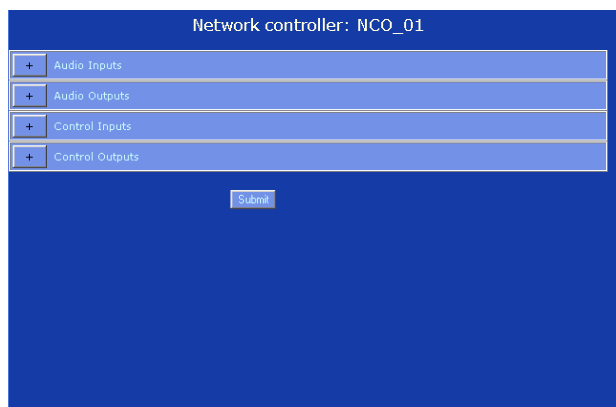

figura 32.3: Configurazione del controller di rete, passaggio 2
- 2 Fare clic sul nome del controller di rete che deve essere configurato. Nella cornice principale dell'interfaccia web appare una schermata simile a quella in figura 32.3.